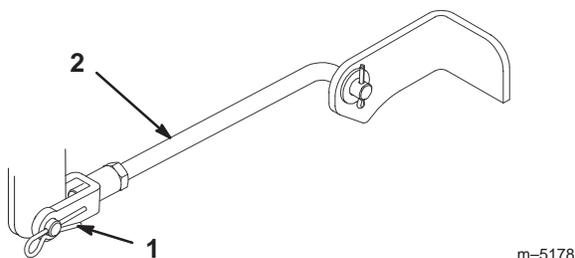

Figure 45
3. Enlevez la goupille fendue et les axes de chape des tourillons avant (Fig. 45).
6. Fixez les tourillons avant à la machine à l'aide des axes de chape et des goupilles fendues (Fig. 45).